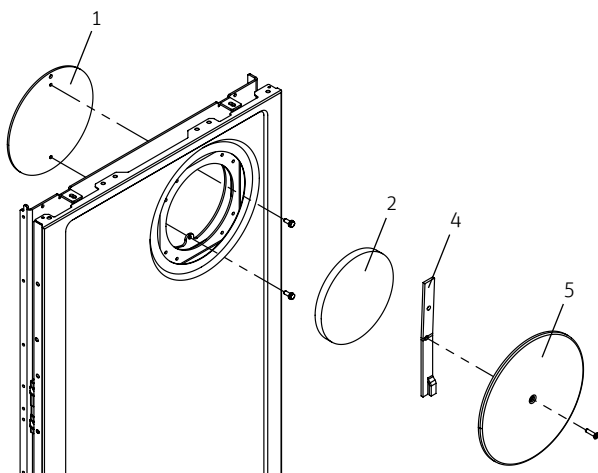

Fig. 23 Enlèvement du recouvrement – VestoWIN Premium 200/202
- Retirer l'obturateur [5], l'isolation de petite taille [2] et l'agrafe de fixation [4] – Fig. 23.
- Enlever la tôle de recouvrement [1] intérieure en desserrant 2 vis – Fig. 23.